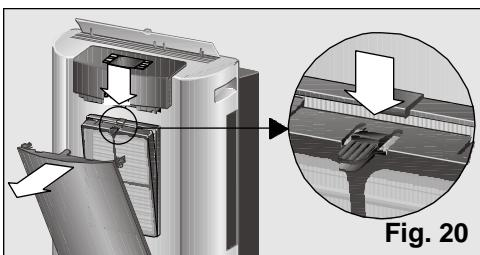

Fig. 20
Todos os modelos dispõem de um filtro base de ar que é necessário limpar conforme passa o tempo, Fig. 19. Para isso basta premir a pestana situada na parte superior e retirá-lo do seu alojamento, Fig. 20. Para o lavar basta passá-lo por água corrente, secá-lo e tornar a instalá-lo.
- Retirar o filtro base do equipamento, Fig. 20.